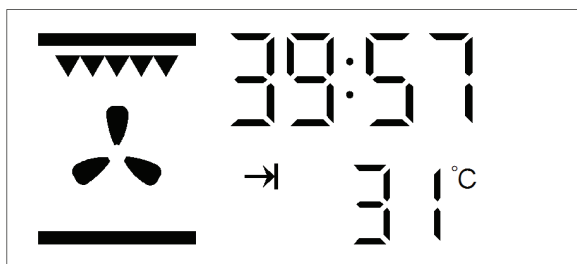

Afbeelding 5: Werking van de oven
- Wijzig in stand-by de verschillende functies door achtereenvolgens aan de programmaknop ⑤ te draaien, zie afbeelding 5 voor de volgorde. (Niet recyclebaar, de ovenfunctie onthoudt de laatste handeling)